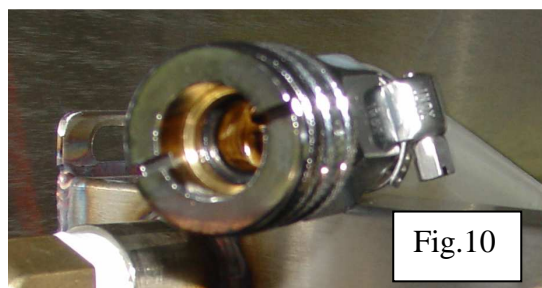

Fig.10
- 1) Désaccoupler le raccord de la pompe à filtration. (Fig. 9) et (Fig.10)